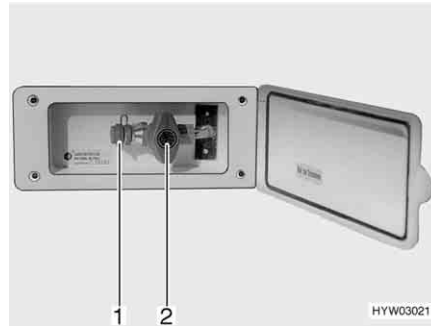

Bild 109 Externer Gasanschluss, Gasabsperrentil geschlossen
Der externe Gasanschluss (Bild 109) befindet sich je nach Modell am Heck oder auf der linken bzw. rechten Fahrzeugseite.
- Externes Gasgerät an der Anschluss-Stelle (Bild 109,1) anschließen.
- Das Gasabsperrentil (Bild 109,2) öffnen.